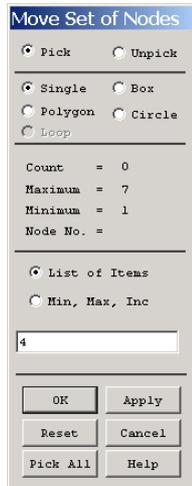

图2.33 拾取要移动的节点
(1) 单击 Main Menu>Preprocessor>Modeling>Move / Modify>Nodes>Set of Nodes 菜单，弹出如图 2.33 所示的图形拾取对话框。